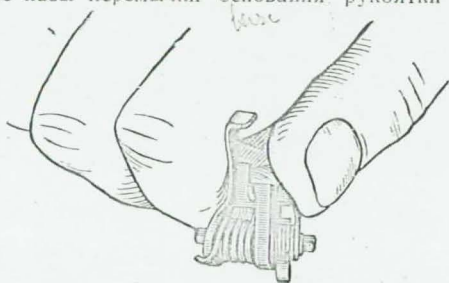

Рис. 20. Прием удержания шептала с затворной задержкой при сборке
6. Присоединить шептало с затворной задержкой и разобщик к рамке. Взять в левую руку шептало верхним пером к себе, правой рукой надеть на левую цапфу шептала затворную задержку отражателем вверх; слегка поджать затворную задержку указательным пальцем левой руки к пружине шептала так, чтобы левая цапфа вышла из отверстия затворной задержки. Большим пальцем правой руки взяться за верхнее перо шептала, а указательным пальцем этой же руки слегка поджать затворную задержку к пружине шептала (рис. 20) так, чтобы задержка вошла в проточку на оси шептала. После этого левой рукой взять пистолет за рукоятку, а правой рукой ввести левую цапфу шептала в цапфенное гнездо на левом выступе рамки (рис. 21).